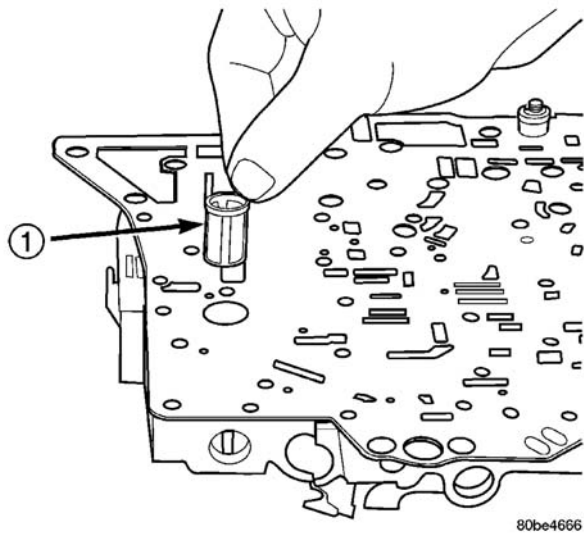

图 360 拆下油滤网
（8）拆下油滤网（图 360）。
(8) Remove oil screen (Fig. 360).